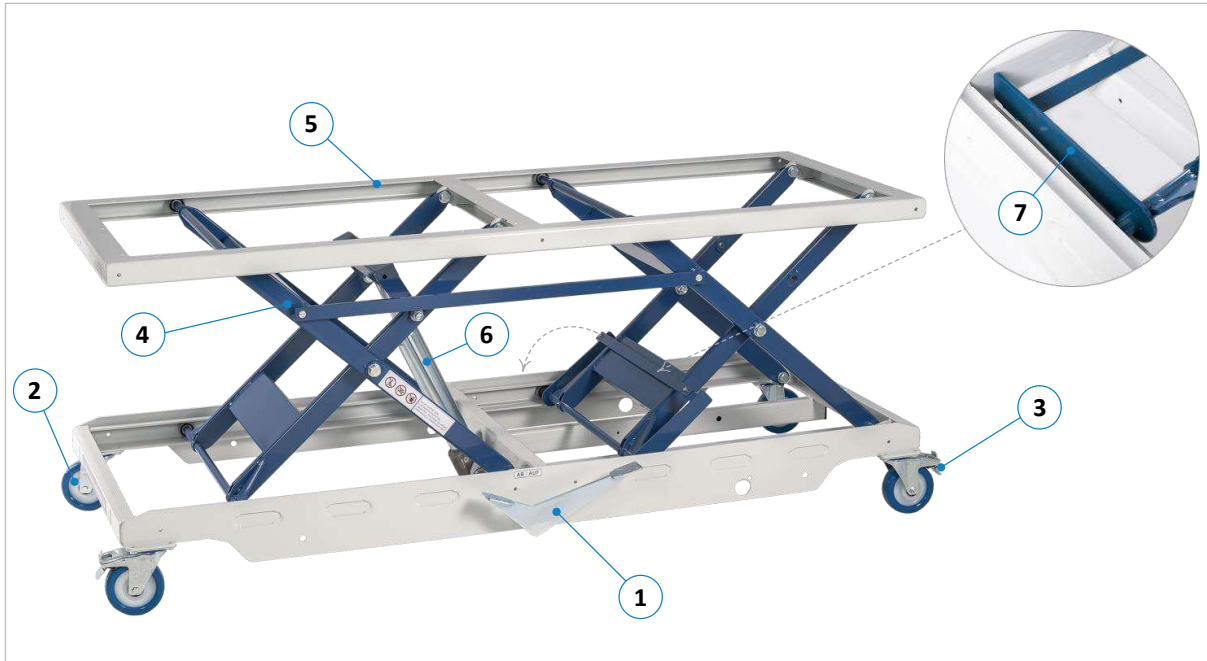
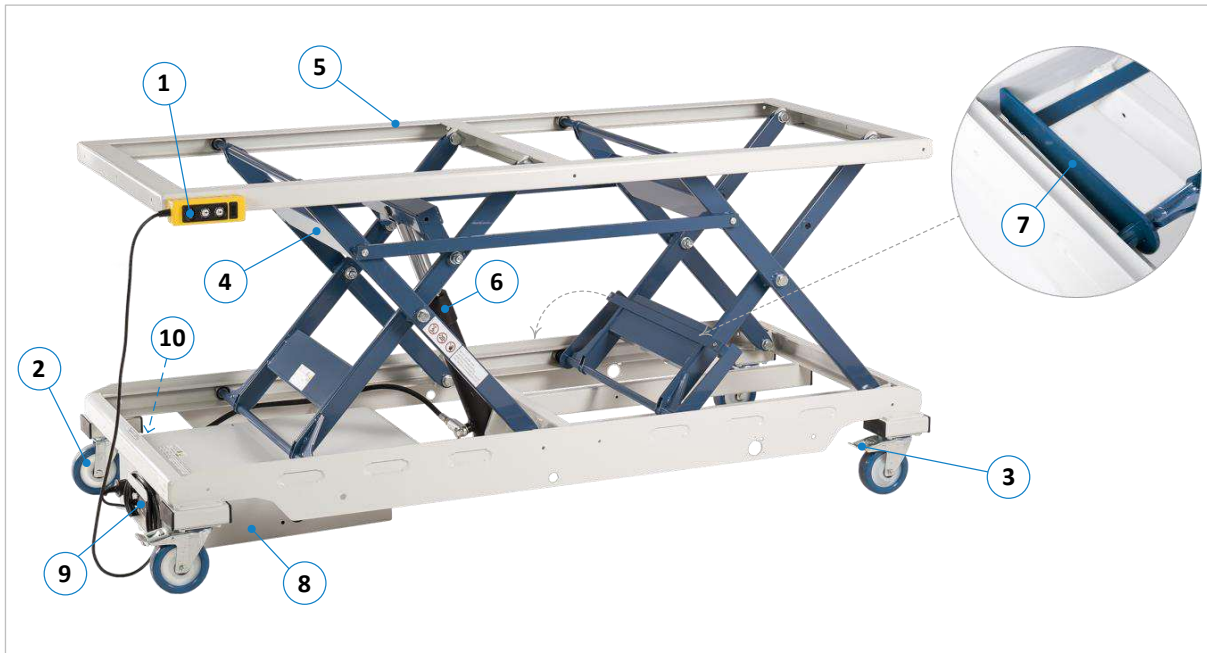

Abbildung 3: Komponenten und Bedienelemente HS 300 GROß | FH
Abbildung 4: Komponenten und Bedienelemente HS 300 GROß | AH
Vor dem Verfahren des Hubtisches müssen die beiden Bremsen (3) auf der Längsseite gelöst werden (siehe ⇒ Abbildung 3 bzw. ⇒ Abbildung 4). Danach kann er an den gewünschten Ort gefahren werden. Vor Beginn der Arbeit mit oder auf dem Hubtisch die beiden Bremsen (3) wieder feststellen.